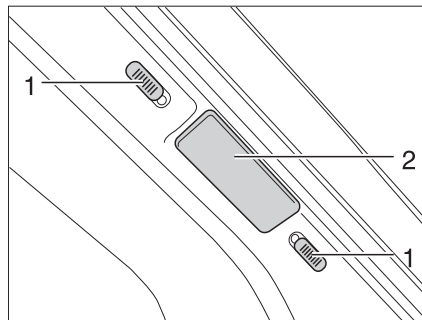
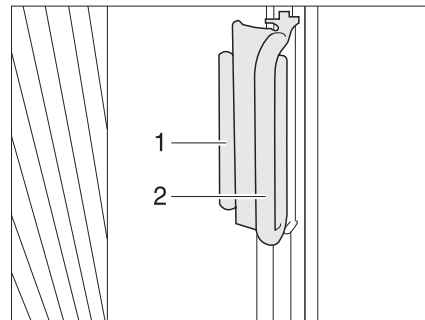

Fig. 57 Dispositif occultant plissé pour le pare-brise
Fig. 58 Dispositif occultant plissé pour les fenêtres côté conducteur et passager
- Pousser les boutons de verrouillage du dispositif occultant plissé pour le pare-brise (Fig. 57,1) vers le bas ou vers le haut. Si le point rouge est visible, le dispositif de verrouillage est ouvert.
- Saisir les dispositifs occultants plissés par la poignée (Fig. 57,2 et Fig. 58,2) et tirer avec précaution jusqu'à ce que le blocage magnétique les maintienne fermés.
- Pousser, sur les dispositifs occultants plissés pour les fenêtres côté conducteur et côté passager, la poignée (Fig. 58,2) sur la pièce de fixation (Fig. 58,1). Le dispositif occultant plissé est bloqué.